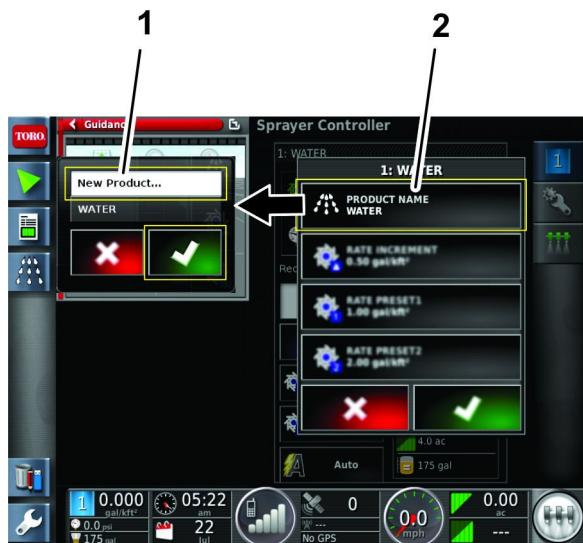

Bild 27
5. Tippen Sie im Produktkonfiguration-Fenster auf das PRODUKTAUSWAHLISTEN-Symbol (Bild 27).
6. Tippen Sie auf das Symbol NEW PRODUCT und tippen Sie dann auf das Bestätigen-Symbol (Bild 27).